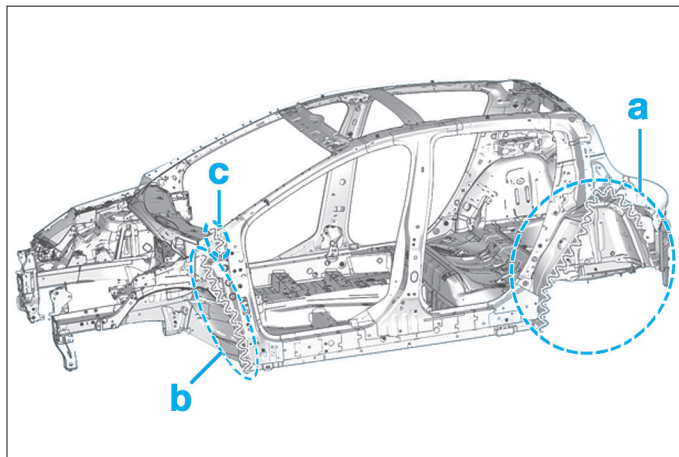
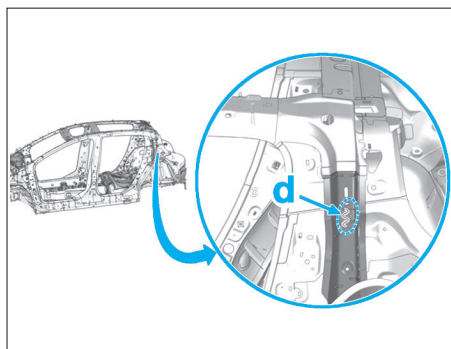

FIG. 56
FIG. 57
- Appliquer de la colle de calage indice B3 sur les zones (a), (b), (c) et (d) (Fig.56) et (Fig.57).